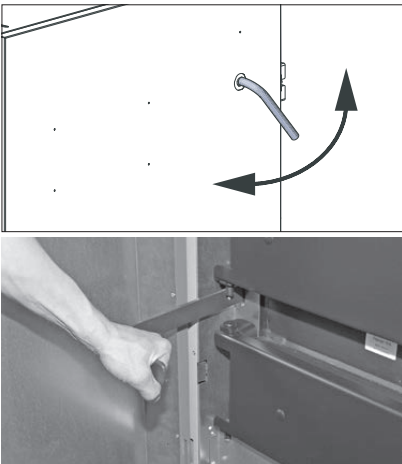

Fig. 17 Hebel-Heizflächenreinigung 5–10 x betätigen
- ▶ Bei jeder Befüllung **Hebel-Heizflächenreinigung** ca. 5–10 x **betätigen** – Fig. 17.